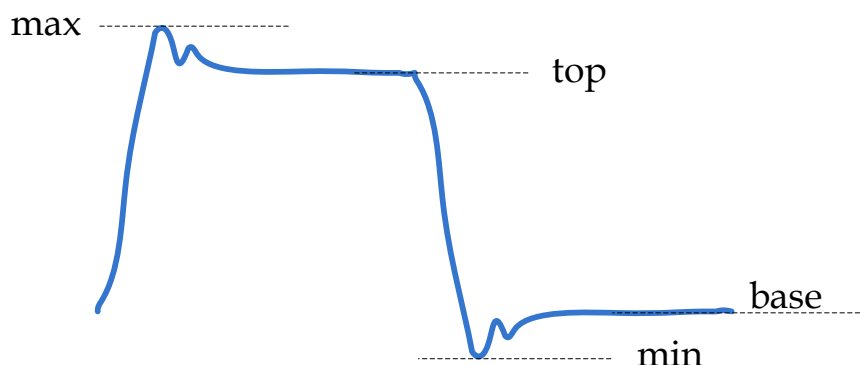

图 4 示波器有关电压参数的定义
- ① 示波器输入耦合选择 AC 或 DC, 电压灵敏度旋钮设置到 $500\text{mv}/\text{DIV}$ 或者更灵敏的档位;
- ② 用手指接触探头的尖端, 如果有杂波出现则探头的信号线连接正常, 如果显示的仍然是一条直线的话, 则说明信号线可能开路了;
- ③ 如果 2 正常, 再将探头的信号线和地线短接, 再用手指接触探头的尖端, 如果示波器上显示的是一条水平线, 说明探头的地线正常, 反之如果有很多杂波出现, 说明探头的地线可能开路了;
- ④ 有时探头和电缆本身是好的, 但是电缆和示波器的连接处接触不良, 可以试着用手扶着连接处, 重复上述测试。
3) Measure 方法测量脉冲信号电压参数时, 见图 4 注意参数的定义: